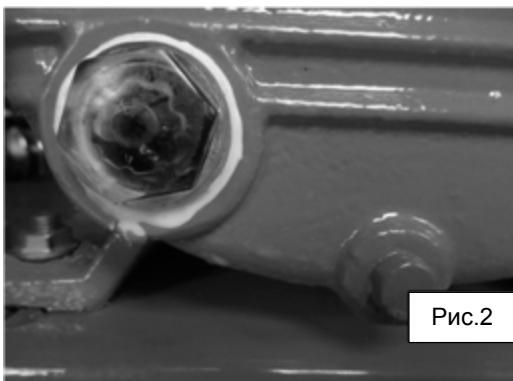

Рис.2
- Проконтролируйте уровень масла в картере по индикатору уровня (3, Рис.1) - он должен находиться в красном кружке на смотровом стекле. (Рис.2). Пониженный уровень масла приведет к недостаточной смазке и повреждению ЦПГ и шатунного механизма, повышенный уровень – к избыточным пульсациям давления в картере и повреждению уплотнений и сальников.
- Открутите пробку слива масла (4, Рис.1), (Рис.2), слейте отработанное масло в подходящую емкость. Закрутите обратно пробку слива масла.
- Залейте свежее масло через горловину, контролируя уровень по индикатору (3, Рис.1) - он должен находиться в красном кружке на смотровом стекле. (Рис.2). Не допускайте утечек масла из соединений и попадания масла на наружные поверхности компрессора.